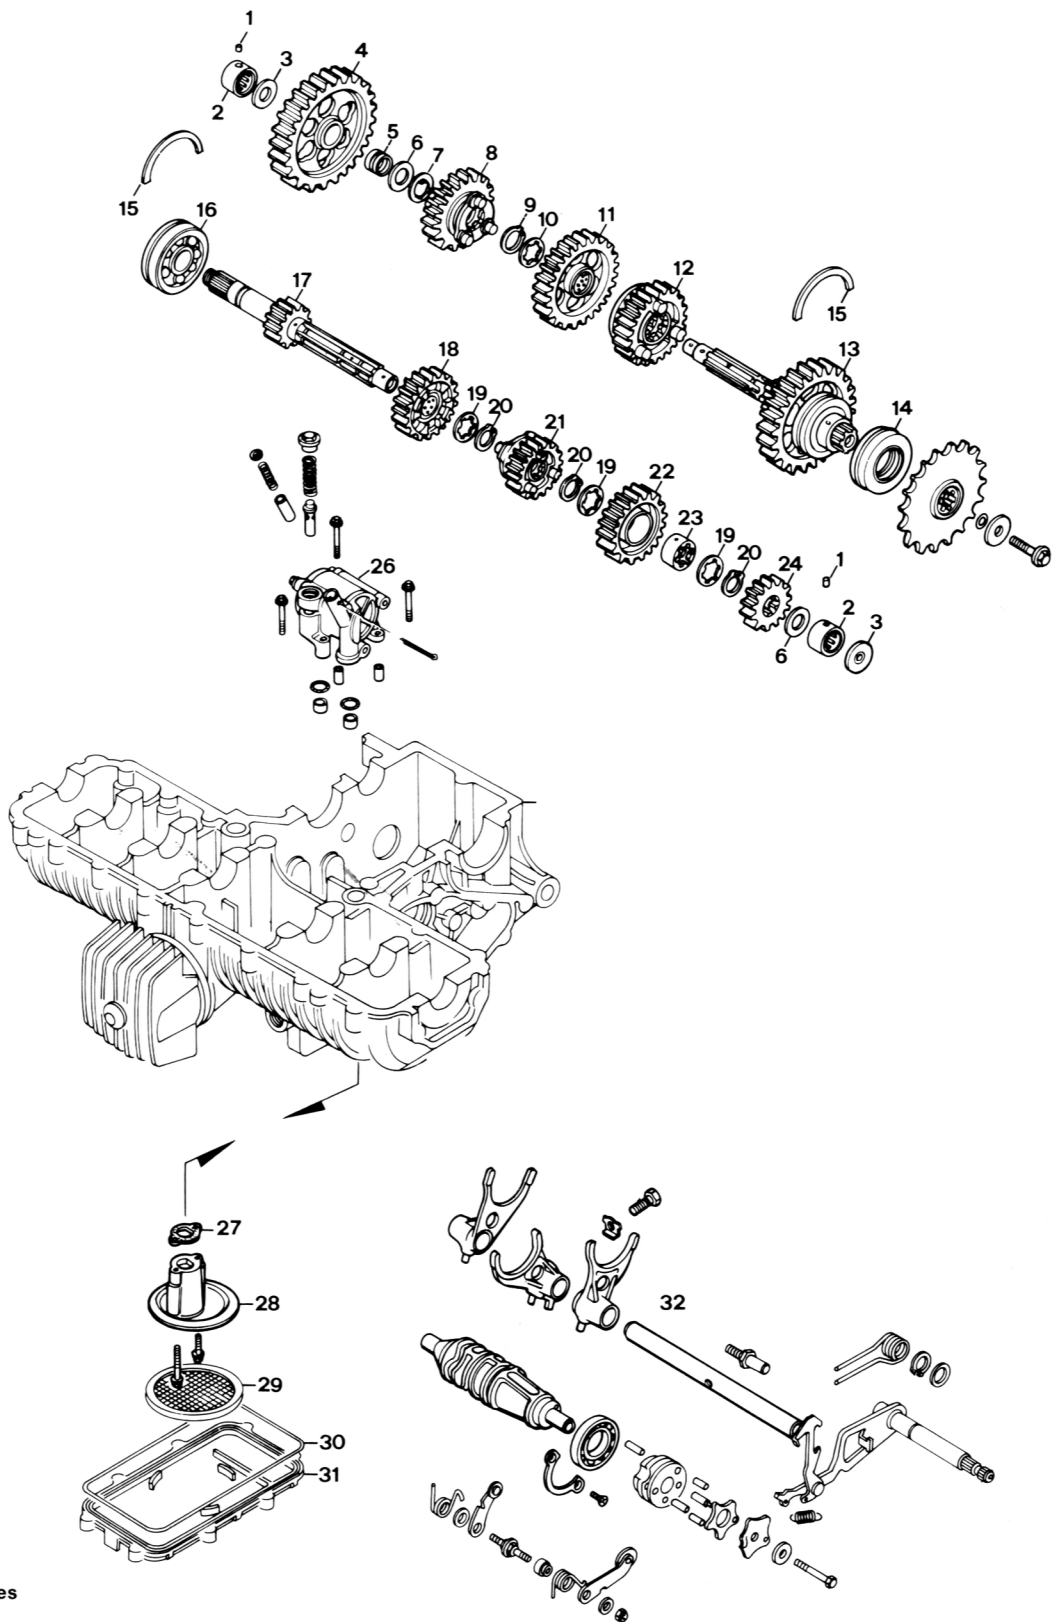
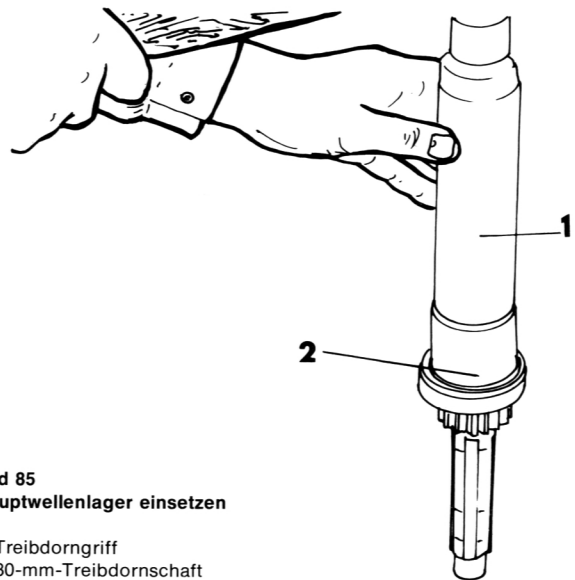

Bild 79
Bild 85
- Die Bolzen in der angegebenen Reihenfolge (Bild 79) auf folgende Anzugsmomente anziehen:
Die Teile des Getriebes sind in Bild 79 gezeigt. Betreffend Schaltgabeln und Schaltwalze verweisen wir auf Bild 66. Das Gangschaltgestänge kann bei eingebautem Motor überholt werden (siehe Kapitel 2.6). Für Getriebereparaturen muss das Kurbelgehäuse geteilt werden, was den Ausbau der Antriebseinheit bedarf.
- Haupt- und Gegenwelle nach Erfordernis zerlegen, indem die verschiedenen Sprengringe abgenommen werden und danach die einzelnen Zahnräder mit einem Abzieher abgezogen werden. Man beachte dabei die Reihenfolge der Zahnräder, Scheiben und Sprengringe (Bild 79).
- Schaltwalze und Schaltgabeln in umgekehrter Reihenfolge des Ausbaus gemäss Bild 79 einbauen.
- Ölsieb einbauen. Die Ölsiebschrauben haben unterschiedliche Längen. Beim Einsetzen des Ölsiebs die Schrauben in der richtigen Anordnung gemäss Bild 79 montieren. Falls die Schrauben unsachgemäss eingesetzt werden, kann die Schaltwalze blockieren.
- Haupt- und Gegenwelle gemäss Bild 79 zusammenbauen. Das Hauptwellenlager mit Hilfe der Spezialwerkzeuge einsetzen (Bild 85).